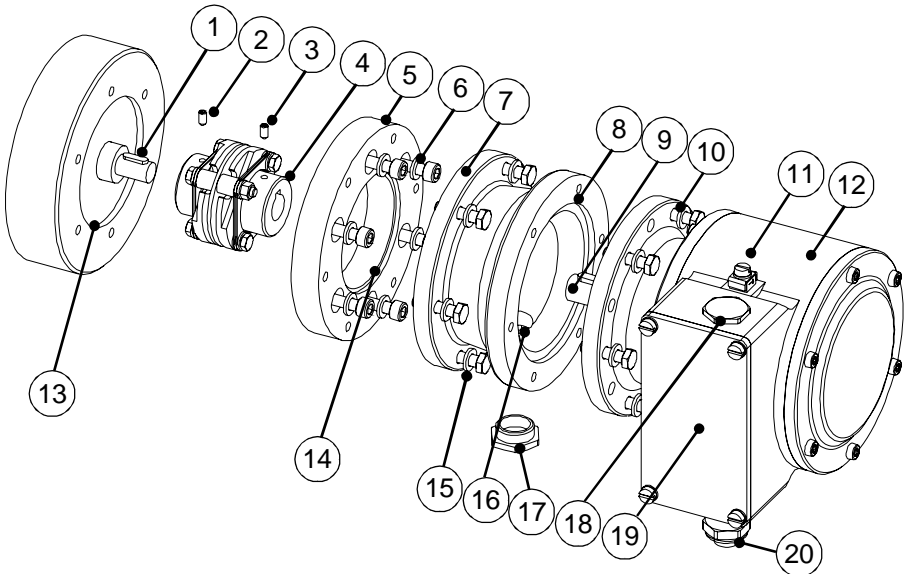

Abbildung 1: FG 41 (Montagebeispiel B5)
- Axiales Verrutschen des Mess-Systems auf der Antriebswelle ist durch die Fixierung der Kupplung zu verhindern, siehe Abbildung 1:.
- Radiales Verrutschen (Schlupf) des Mess-Systems auf der Antriebswelle ist mittels Formschluss durch den Einsatz einer Passfeder-/ Nut-Kombination siehe Abbildung 1: zu verhindern, hierfür ist eine Kupplung mit Nut zu verwenden.